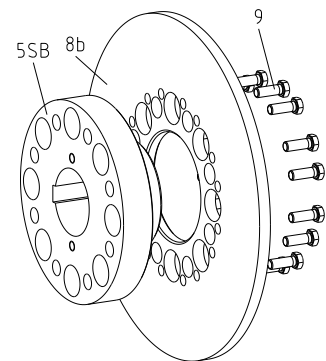

Bild 14
- Verschrauben Sie die Bremsscheibe (Bauteil 8b) mit der FN-Nabe Teil 5SB (Bauteil 5SB) und ziehen die Sechskantschrauben (Bauteil 9) mit einem Drehmomentschlüssel gleichmäßig auf die in Tabelle 5 angegebenen Anziehdrehmomente an (siehe Bild 14).